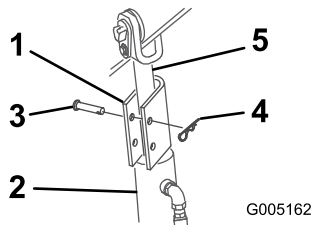

Figure 16
4. Posez un dispositif de blocage sur la tige de chaque vérin de levage (Figure 16).
5. Fixez chaque dispositif de blocage à l'aide d'un axe de chape et d'une goupille fendue (Figure 16).